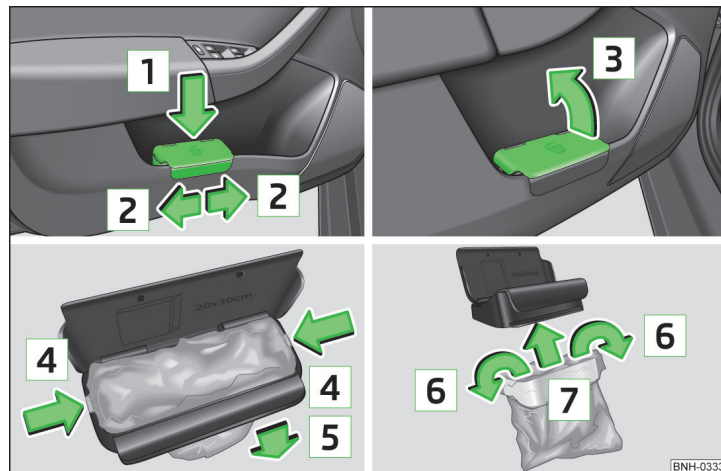

Fig. 65 Cubo de basura: colocar y mover / abrir / cambiar bolsa
- Presione el cubo de basura por el área trasera en el sentido de la flecha **1** » fig. 65.
- Extraiga el cubo de basura en sentido contrario al de la flecha **1** » fig. 65.
➤ Abra el cubo de basura en el sentido de la flecha **3** » fig. 65.
➤ Presione las dos lengüetas del marco interior del cuerpo del recipiente en el sentido de la flecha **4** » fig. 65.